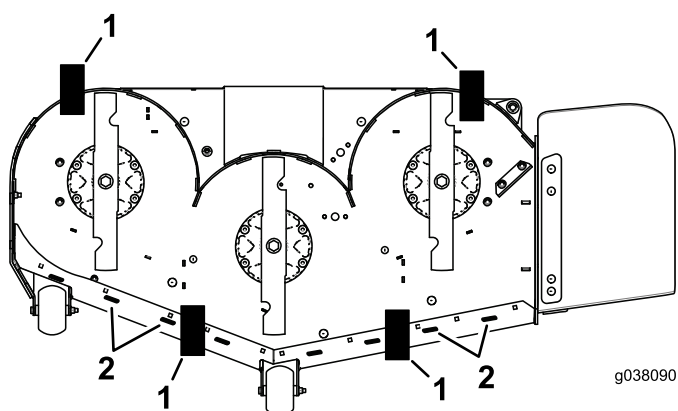

Figure 97
10. Placez une cale (voir le Tableau de hauteur de cale et d'inclinaison) sous le bord arrière de la jupe du tablier de coupe de chaque côté du tablier de coupe (Figure 97).